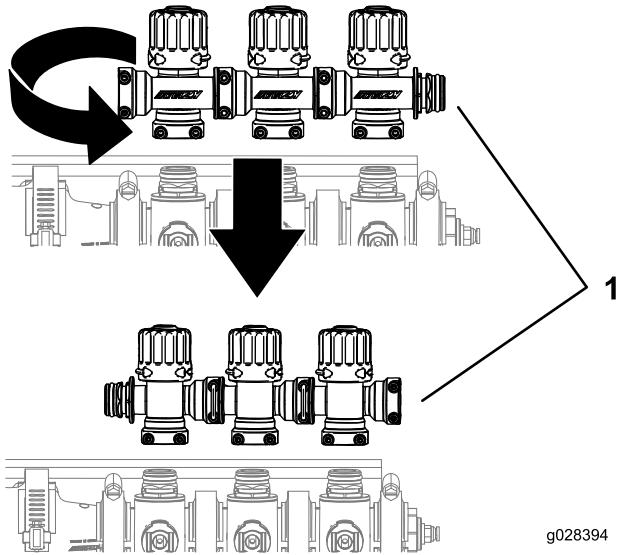

Figure 5
- Tournez le bloc de réglage de dérivation de 180 degrés, comme montré à la Figure 5.